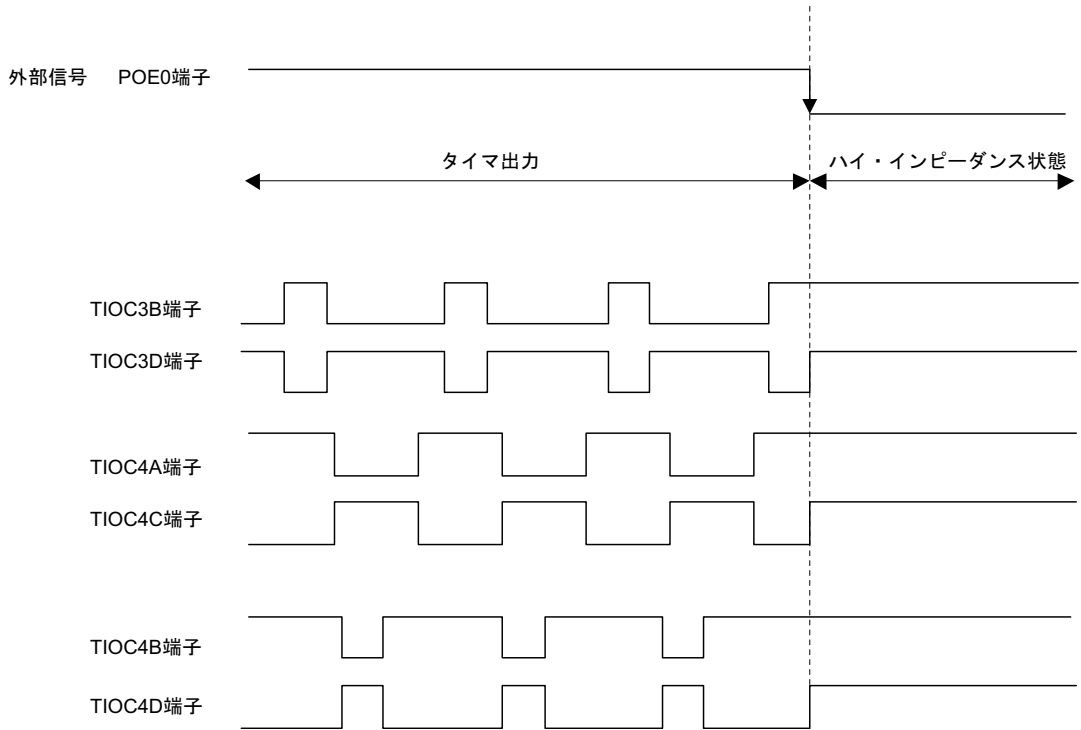

図 2.27 外部トリガによる波形の遮断例
- (1) 図2.27に示すように、外部信号の立ち下がりエッジに同期してタイマの出力波形をハイ・インピーダンス状態とすることで波形の遮断を行います。